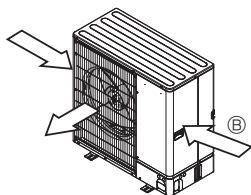

Fig. 2-6
- ③ Asetage seade võimalusel nii, et õhu väljalaskeava on risti hooajalise tuule suunaga. (Fig. 2-6)